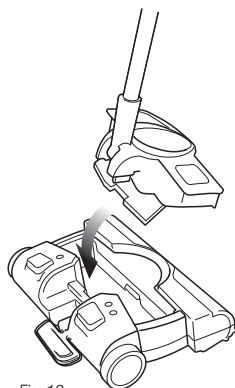

Fig. 12
- 3 Para volver a instalar el recipiente de la tierra, colóquelo sobre la base de la barredora de pisos y alfombras y presione suavemente hacia abajo hasta que se trabé en su lugar. (fig. 12)